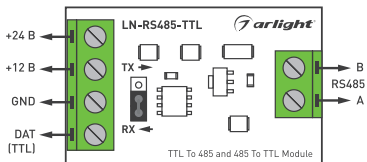

Рис.1. Назначение клемм.
- 3.2. Ознакомьтесь с назначением и расположением клемм и перемычки (Рис.1), при помощи которой выбирается направление передачи сигнала и режим работы — RX (прием) или TX (передача).